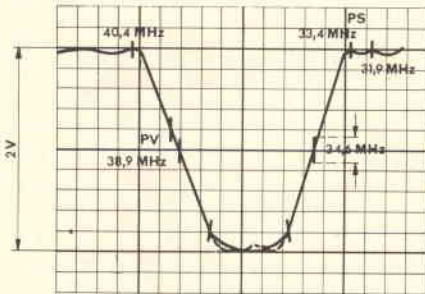

Fig. 5 - Curva generale di risposta video.
- e) Controllare che la banda di frequenza coperta sia quella indicata in tabella 2 e che per i canali agli estremi banda ci sia un margine sufficiente per effettuare una corretta sintonia. Per ogni canale sintonizzarsi in modo da far corrispondere il segnale di riferimento PS alla posizione indicata nella fig. 5 e controllare che la posizione del segnale di riferimento PV e la forma della curva siano uguali alla figura.